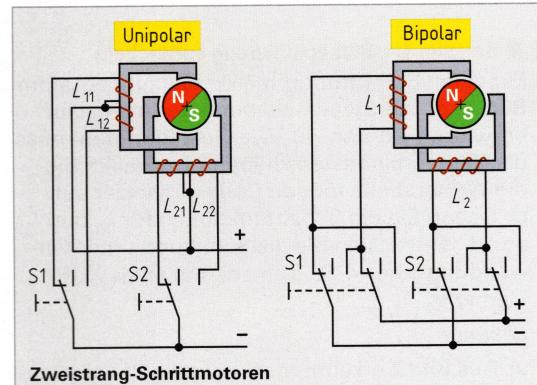

Bild 1: Unipolarer Zweistrang-Schrittmotor
- Wie groß ist der Schrittinkel, wenn der Schrittmotor Bild 1 a) im Vollschrittbetrieb, b) im Halbschrittbetrieb (**Tabelle 1**) angesteuert wird?